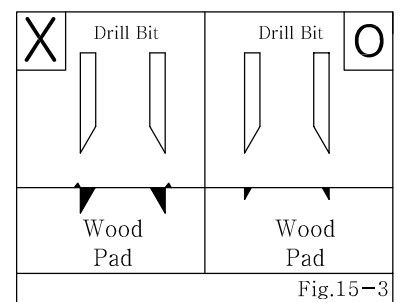

Fig.15-3
- 천공드릴이 부러지는 가장 큰 원인은 천공드릴이 용지를 천공한 후 천공침이 **나무패드를 너무 깊이 파고 들어가거나 심하게 마모**되었기 때문입니다(Fig.15-3).